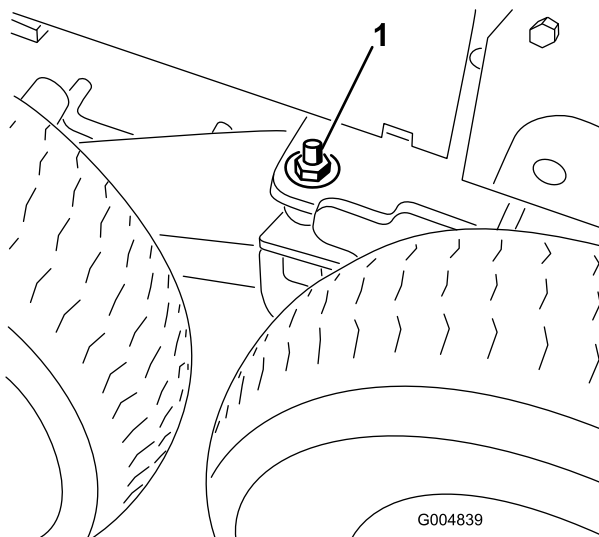

Рисунок 75
7. Отверните контргайку 1/2 дюйма и снимите плоскую шайбу с левого и правого приварных осей поворота тележки, чтобы разблокировать ось поворота (Рисунок 75).
11. Опустите напольный домкрат так, чтобы сварной узел оси поворота тележки переместился на достаточное расстояние для того, чтобы можно было установить плоскую шайбу 1/2 дюйма и контргайку на резьбовую шпильку и завернуть рукой с обеих сторон машины (Рисунок 75).